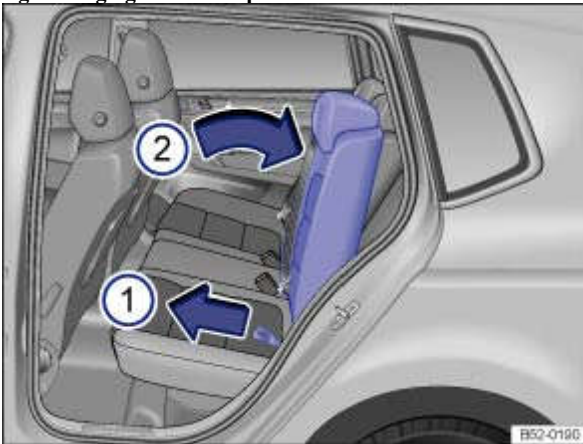

Fig. 51 Réglage du dossier de banquette arrière
- Appuyez avec une main sur le dossier droit ou gauche de la banquette arrière et tirez la dragonne correspondante avec l'autre main → Fig. 51 .
- Amenez le dossier de banquette arrière avec la main dans la position souhaitée en l'opposant à la force du ressort → Fig. 51 .